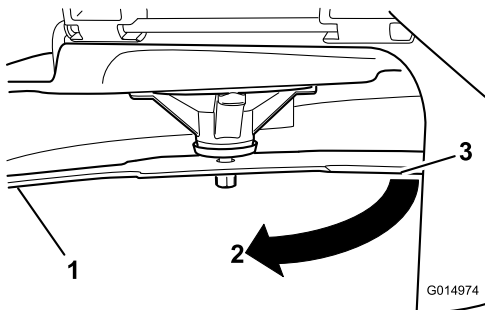

Figura 55
3. Segunda distancia medida entre cuchilla y superficie (B)
4. Gire la misma cuchilla 180 grados de manera que el otro extremo esté en la misma posición (Figura 55).